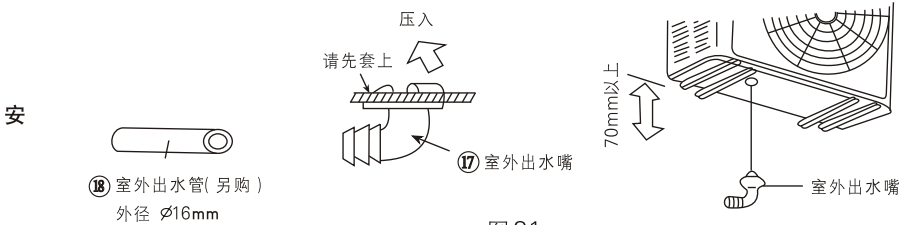

图 31
- 2 欲利用出水孔将冷凝水导出时,请将机体在安装后沿换热器均匀地注入适量的水,观察底盘上三个出水孔的出水量。然后依图 31 所示将附件⑰室外出水嘴安装在出水量最多的孔中,再套上附件⑱室外出水管,使之朝向最合适的位置,最后用附件⑯出水孔闷堵将其余两孔堵住。